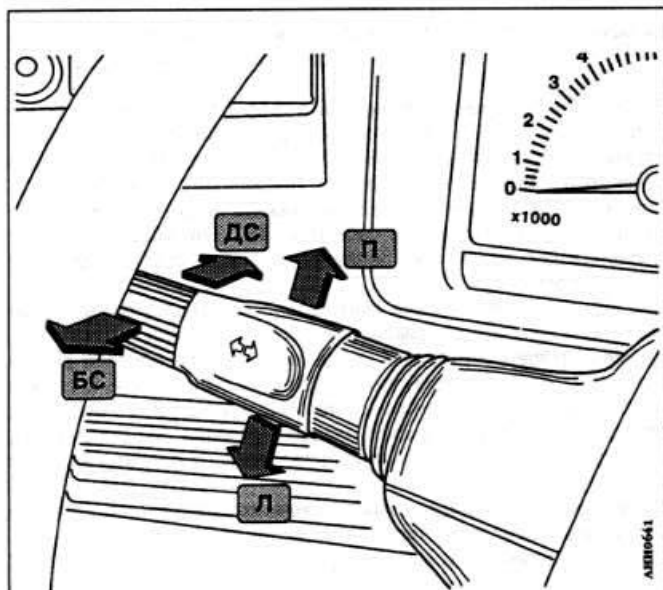

Рис. 18. Положения рычага переключателя света фар и указателей поворота:
**Включение и переключение света фар** осуществляется поворотом переключателя по часовой стрелке до второго фиксированного положения. При этом включается ближний свет фар при среднем положении рычага левого подрулевого переключателя. Для включения дальнего света фар нажать на рычаг левого подрулевого переключателя от себя (рис. 18). Для обратного переключения на ближний свет перевести рычаг на себя до фиксированного положения.